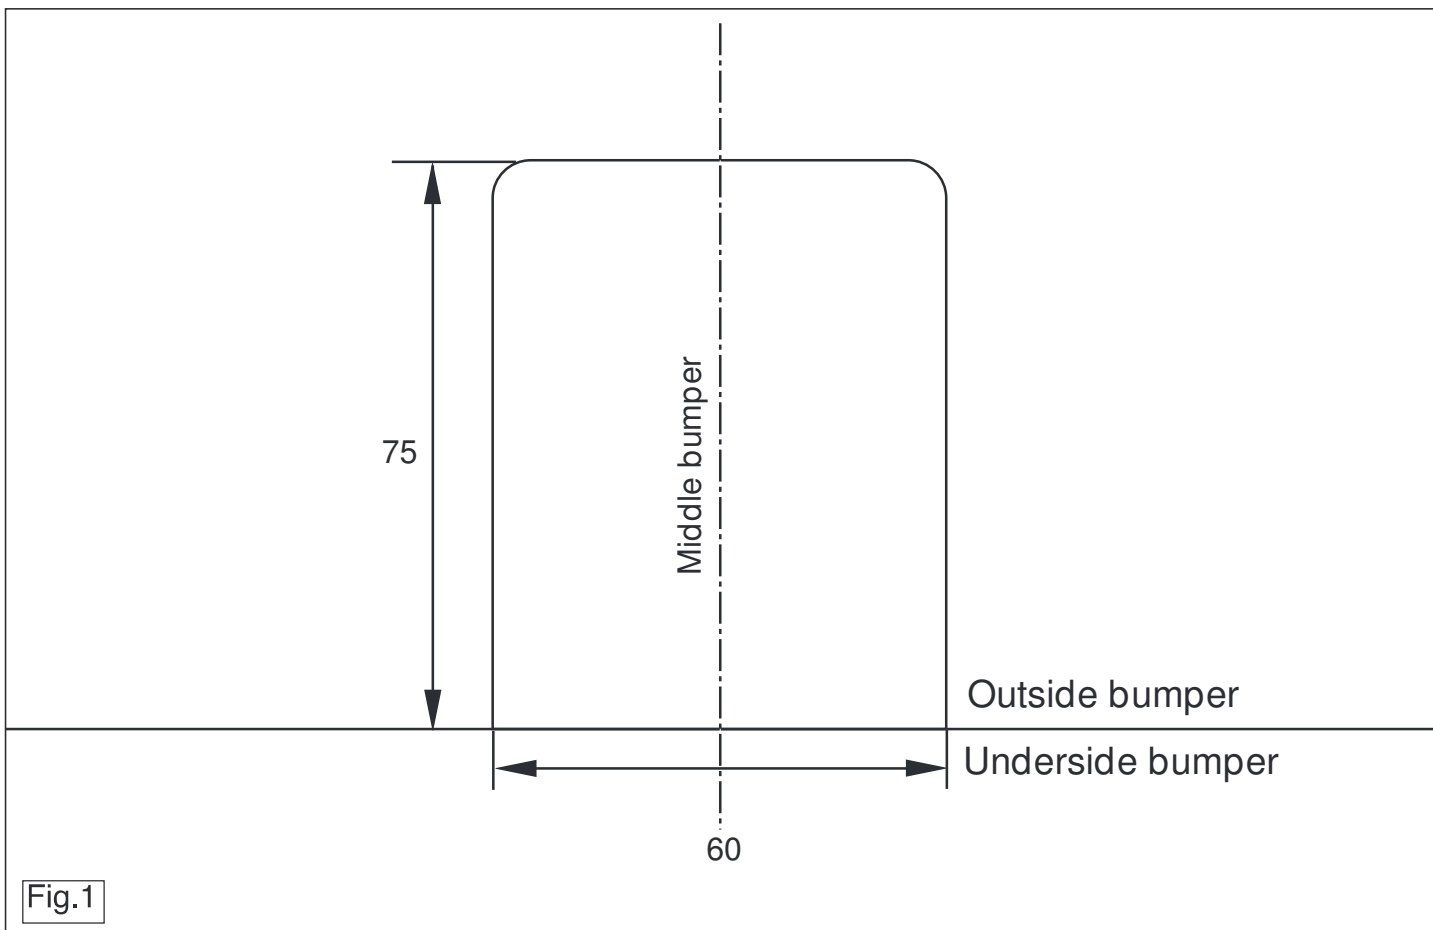

Fig.1
2. **Octavia Sdn/Wgn; ->2009:** Saw a section out of the middle of the underside of the bumper as shown in fig 1.
2. **Octavia Sdn/Wgn; ->2009:** Auf der Unterseite der Stoßstange einen Teil aus der Mitte gemäß Abbildung 1 heraus schneiden.
2. **Octavia Sdn/Wgn; ->2009:** Scier au centre de la partie inférieure du pare-chocs une partie correspondant à la figure 1.